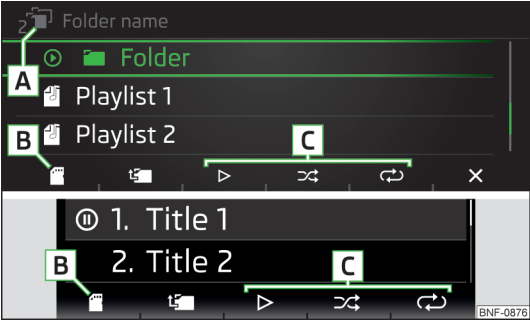

Abb. 104
Ordner-/Titelliste » Abb. 104
- » Zur **Auswahl der Audioquelle in der Ordner-/Titelliste** die Funktionstaste **⏮** wiederholt drücken, bis im Display auf der Position **B** » Abb. 104 auf Seite 83 **🎵** angezeigt wird.